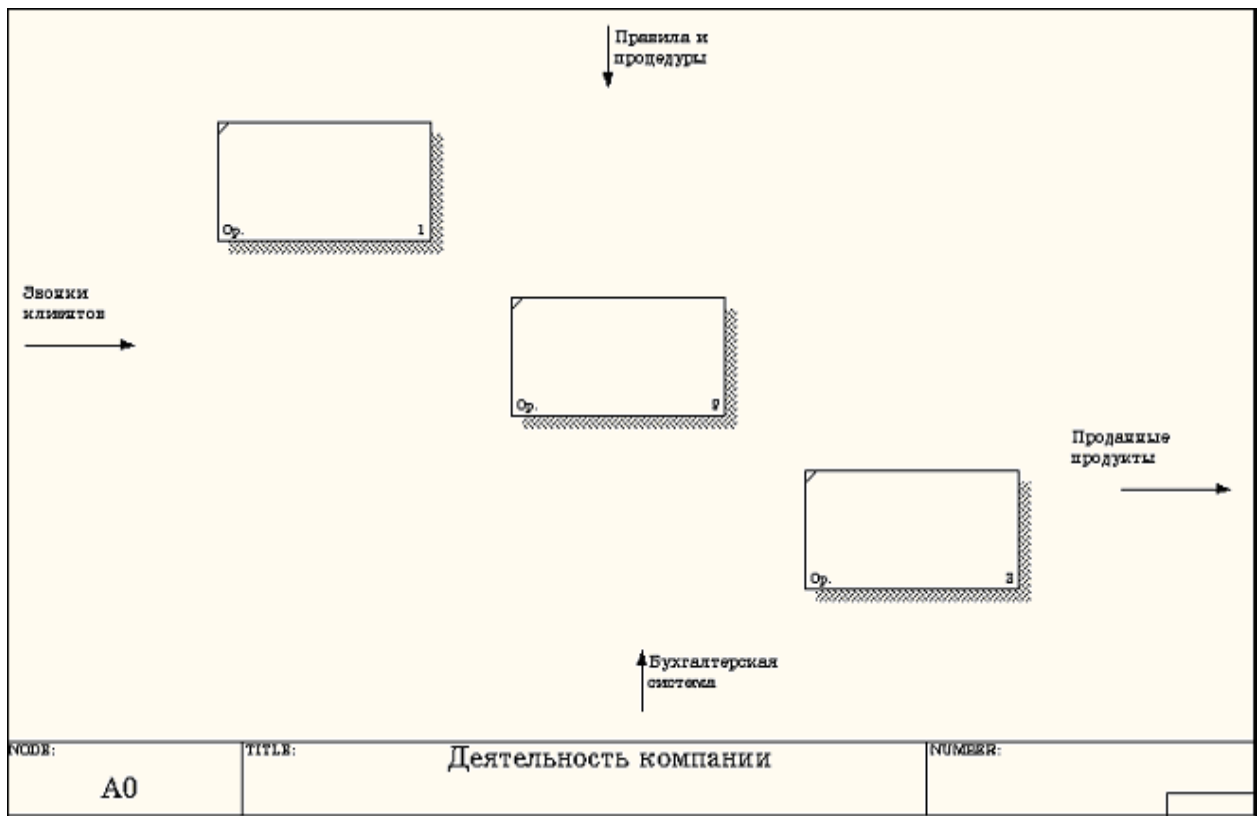

Рисунок 1.14 – Диаграмма декомпозиции
2. Автоматически будет создана диаграмма декомпозиции (рисунок 1.14).